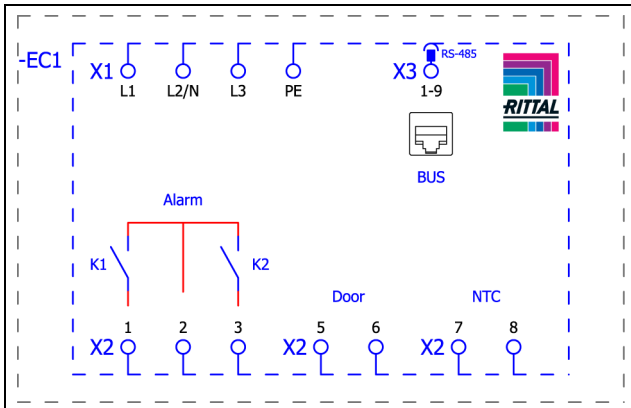
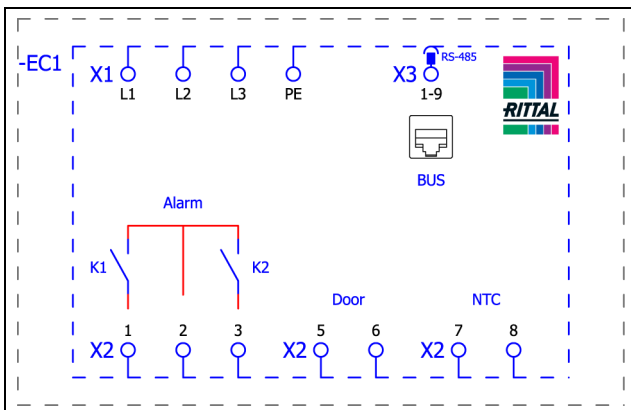

Fig. 37: Schema elettrico per SK 3186930 e SK 3187930
Fig. 38: Schema elettrico per SK 3188940 e SK 3189940
- Prendere il connettore di rete fornito in dotazione e realizzare il collegamento in base al relativo schema elettrico (Fig. 37 oppure Fig. 38).